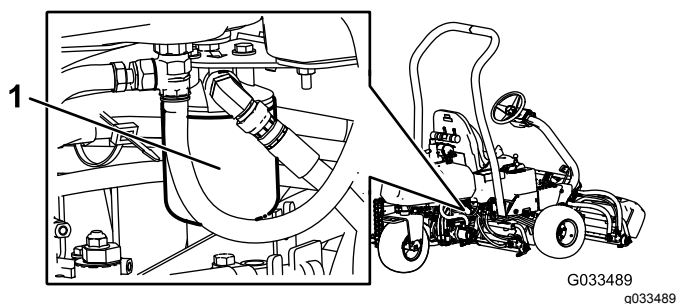

Figura 52
3. Repita los pasos 1 y 2 con el filtro hidráulico derecho (Figura 52).